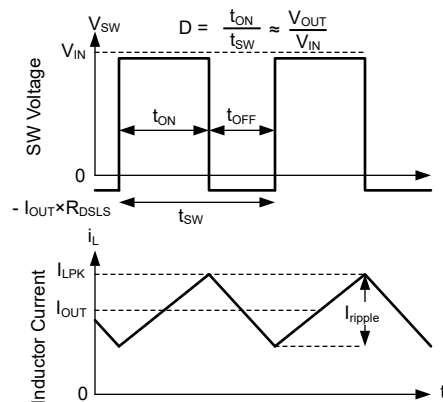

図 7-10. 連続モード (CCM) における SW 電圧とインダクタ電流の波形
TPSM656x0 の以下の動作の説明は、セクション 7.2 と 図 7-10 の波形を参照しています。両方とも、内蔵ハイサイド (HS) およびローサイド (LS) NMOS スイッチを各種デューティ サイクル (D) でオンにすることで、制御された出力電圧を供給します。HS スイッチのオン時間の間、SW 端子の電圧 (V_{SW}) は V_{IN} の付近までスイングし、インダクタ電流 (i_L) は線形的な傾きで増加します。HS スイッチは、制御ロジックによってオフにされます。HS スイッチのオフ時間 (t_{OFF}) の間、LS スイッチはオンにされます。インダクタ電流は LS スイッチを通して放電され、LS スイッチの両端の電圧降下によって V_{SW} をグランドより低い電圧まで強制的にスイングさせます。一定の出力電圧を維持するため、レギュレータ ループはデューティ サイクルを調整します。D は、HS スイッチのオン時間をスイッチング周期で割った値として次のように定義されます。 $D = T_{ON} / (T_{ON} + T_{OFF})$ 。